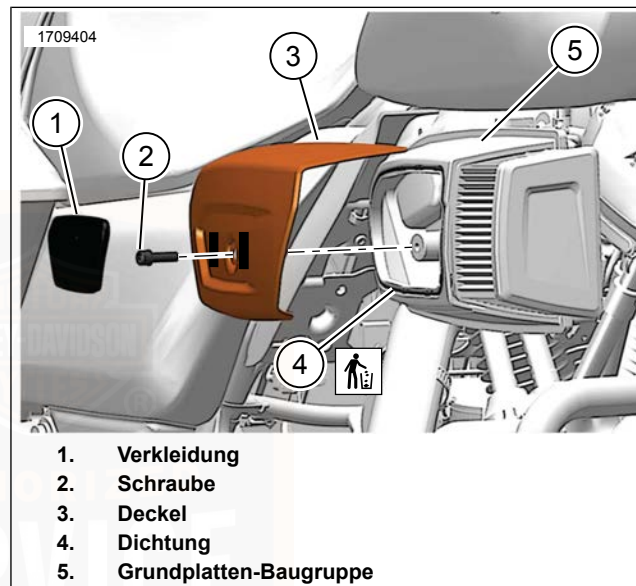
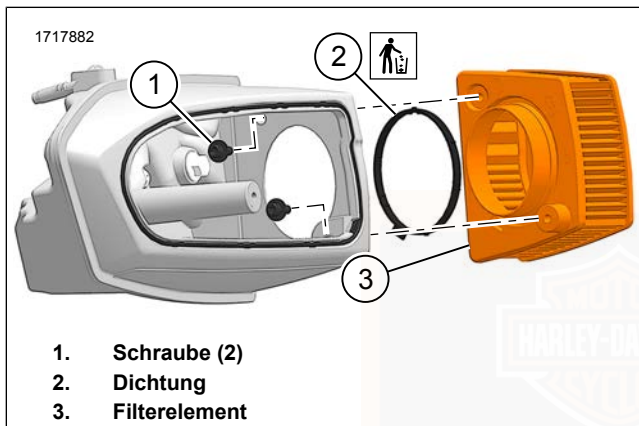

Abbildung 109. Luftfilterabdeckung
Abbildung 110. Luftfiltereinsatz
1. Siehe Abbildung 109. Die Luftfilterabdeckung entfernen.
- a. Die Zierblende (1) mit einem keine Schäden verursachenden Werkzeug von der Abdeckung (3) trennen.
- b. Die Schraube (2) entfernen.
- c. Deckel entfernen (3).
2. Siehe Abbildung 110. Den Luftfiltereinsatz entfernen.
- a. Die Schrauben (1) entfernen.
- b. Den Luftfiltereinsatz (3) entfernen.
- c. Entfernen Sie das Siegel (2). Auf Schäden oder Verschleiß prüfen. Bei Bedarf austauschen.
1. Siehe Abbildung 109. Prüfen Sie die Dichtung (4) auf Beschädigungen oder Verschleiß. Bei Bedarf austauschen.
- a. Beim Austausch der Dichtung die Nut in der Grundplatten-Baugruppe (5) von allen Ölresten und Ablagerungen reinigen.
2. Siehe Abbildung 110. Den Luftfiltereinsatz anbringen.
- a. Die Lasche an der Dichtung (2) an der Einkerbung am Filterelement (3) ausrichten. Dichtung einbauen.
- d. Die Schrauben (1) einbauen. Festziehen.
3. Siehe Abbildung 109. Die Luftfilterabdeckung anbringen.
- a. Abdeckung (3) anbringen.
- b. Schraube (2) einbauen. Festziehen.